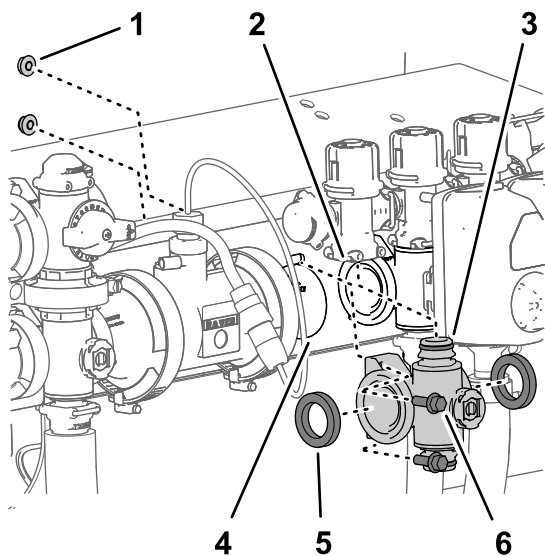
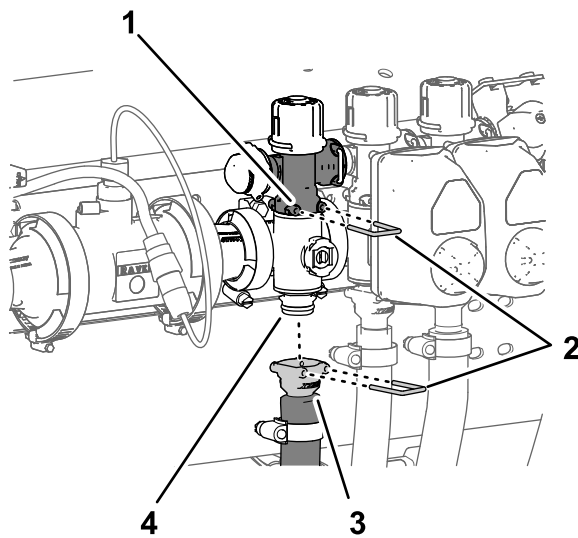

Figura 132
Figura 133
1. Alinee las 2 juntas que retiró en Retirada del distribuidor de sección \(página 90\) con las bridas del distribuidor de la válvula de sección (Figura 132).
2. Alinee la brida del distribuidor de la válvula de sección entre las bridas de las otras válvulas de sección y/o los adaptadores de acoplamiento (Figura 132).
3. Conecte el acoplamiento rápido del distribuidor de la válvula de sección al acoplamiento rápido hembra de la válvula de desvío de sección con una grapa (Figura 132 y Figura 133).
(Figura 132) con los 2 pernos con arandela prensada ($\frac{1}{4}$ " x $\frac{3}{4}$ ") y las 2 contratuercas prensadas ($\frac{1}{4}$ ") que retiró en Retirada del distribuidor de sección \(página 90\).
8. Monte el acoplamiento rápido de la manguera de sección en el acoplamiento rápido del distribuidor de la válvula de sección con la grapa (Figura 133).